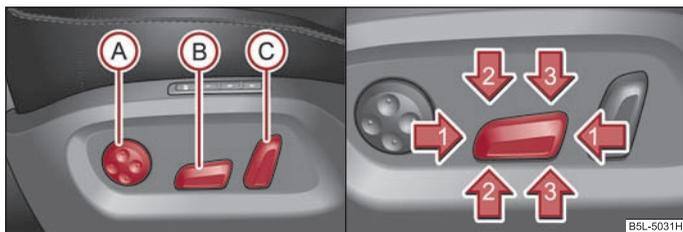

Fig. 58 Vista laterale: elementi di comando per la regolazione del sedile / interruttore di regolazione del sedile
- Premere l'interruttore **B** ⇒ fig. 58 in avanti o indietro in direzione della freccia **1**.